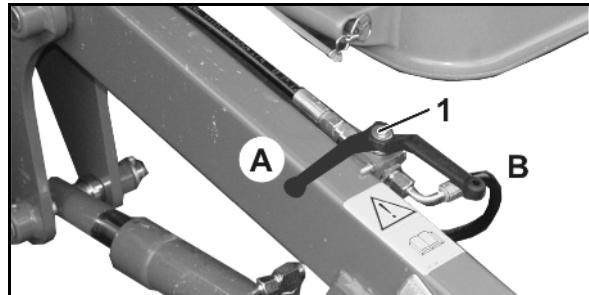

Рис. 105
- Откройте запорный кран "Высота выравнивателя" (Рис. 105/1) (B).
- Держите шаровой кран (Рис. 105/1) в положении **B**,